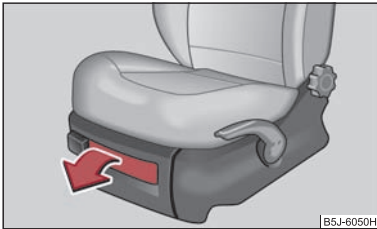

Fig. 82 Scaun față: Compartimentul de depozitare
- Pentru deschiderea capacului, apăsați pe încuietoare și trageți capacul ⇒ fig. 82.